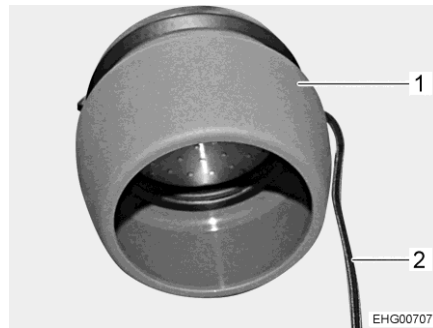
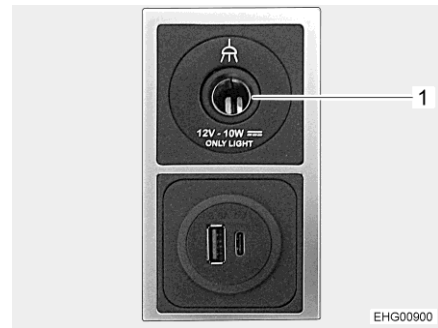

Fig. 74 Lampada a sospensione
Fig. 75 Presa a 12 V e prese USB
- Posizionare la lampada a sospensione (Fig. 74,1) nel luogo desiderato.
- Inserire il cavo (Fig. 74,2) della lampada a sospensione nella presa a 12 V (Fig. 75,1).